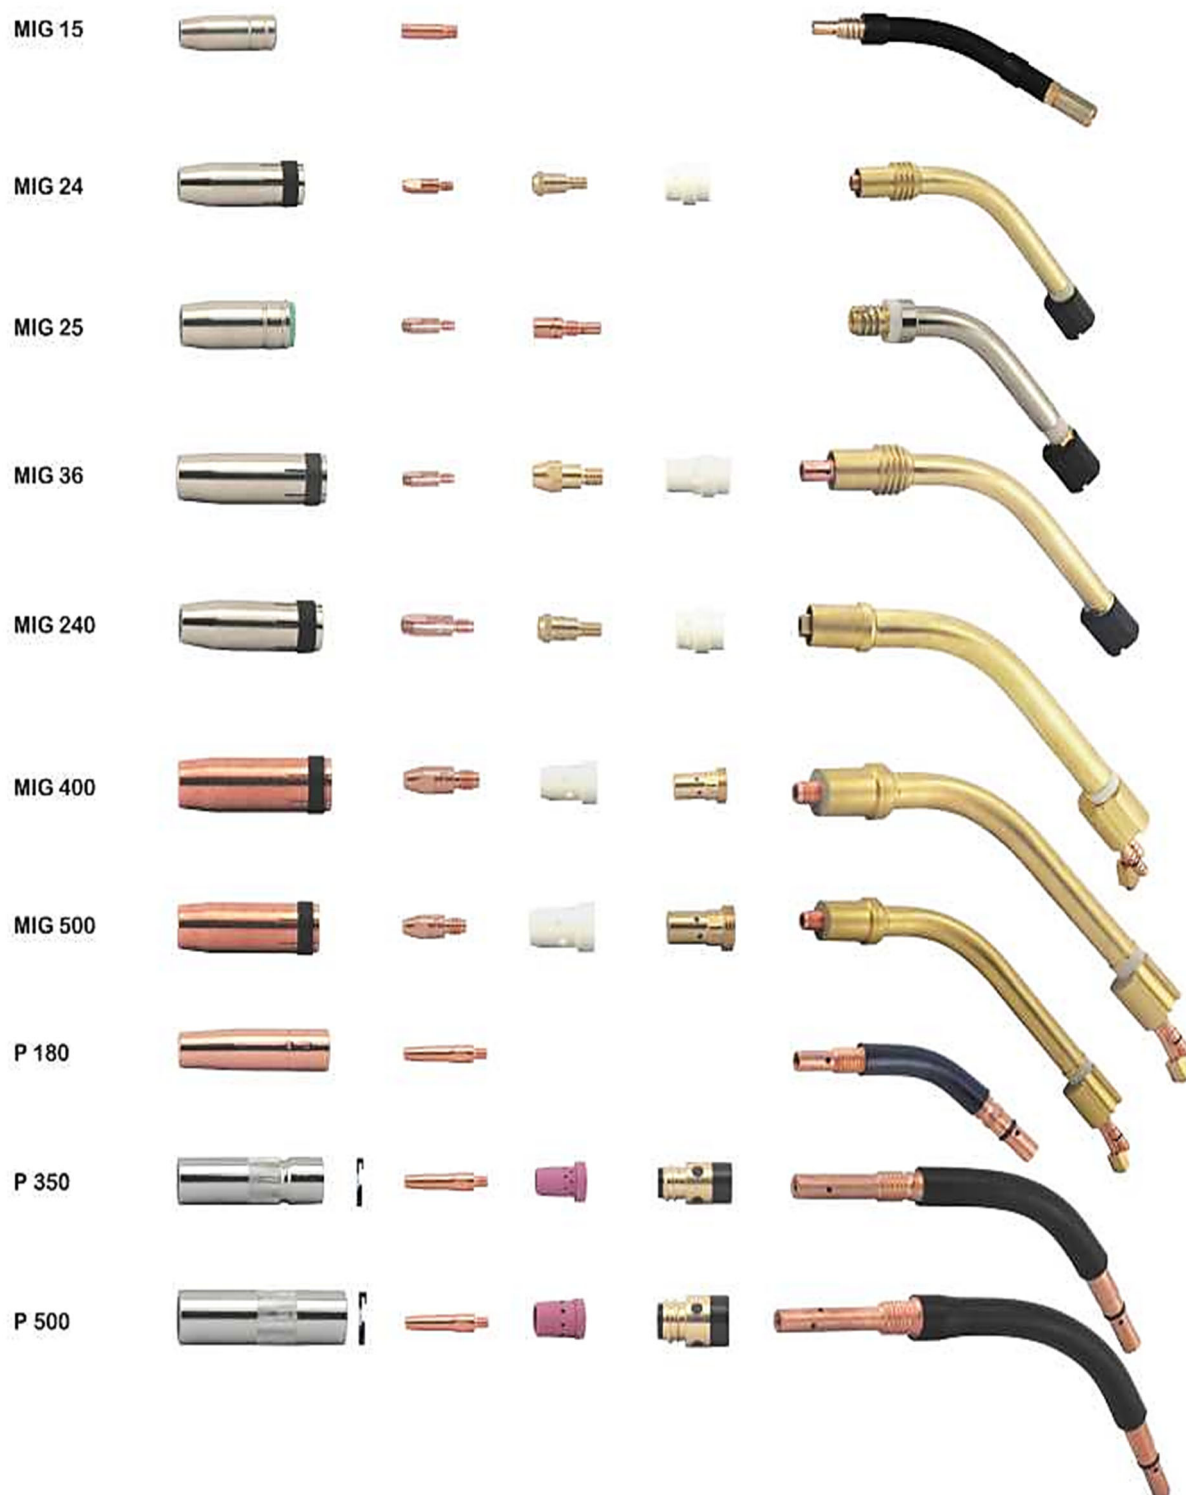

Рисунок 1
- 1) Проведите сборку головки сварочной горелки, соответственно модели (Рис.1)